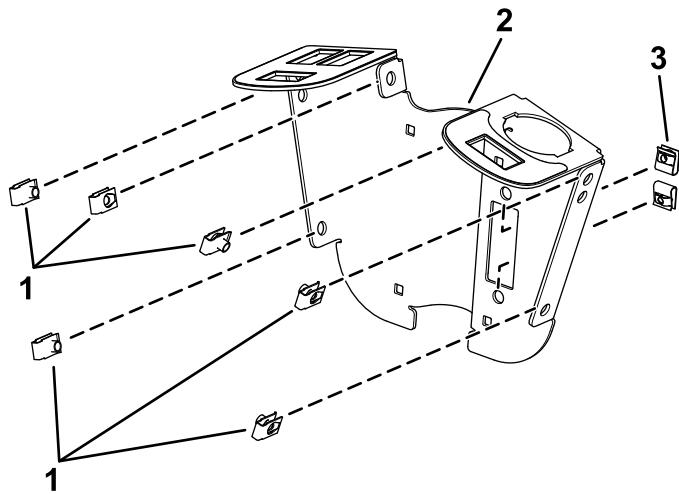

Bild 1
1. Montieren Sie die sechs Klemmen und die beiden Blechmuttern an der Schalterhalterung (Bild 1).